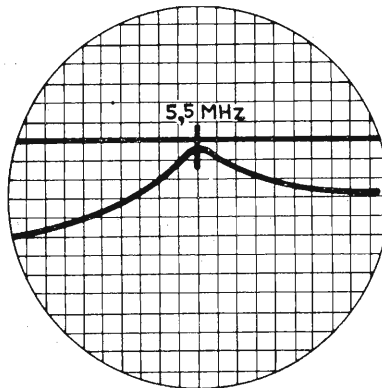

Fig. 10.42. - Curva del filtro audio.
- 4) Regolare il nucleo di L213 fino a far coincidere l'avvallamento della curva oscillografica col segnale del marker 5,5 Mc/s (fig. 10.42).